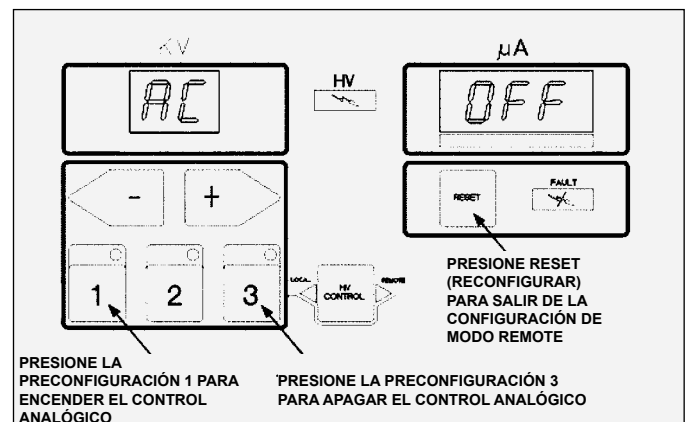

Figura 33: Menú de configuración de modo remote
- Siga manteniendo presionadas las teclas (+) y (-) durante la secuencia de arranque hasta que la pantalla muestre "AC" en el visualizador de KV del lado izquierdo del panel delantero como se muestra en la Figura 33.